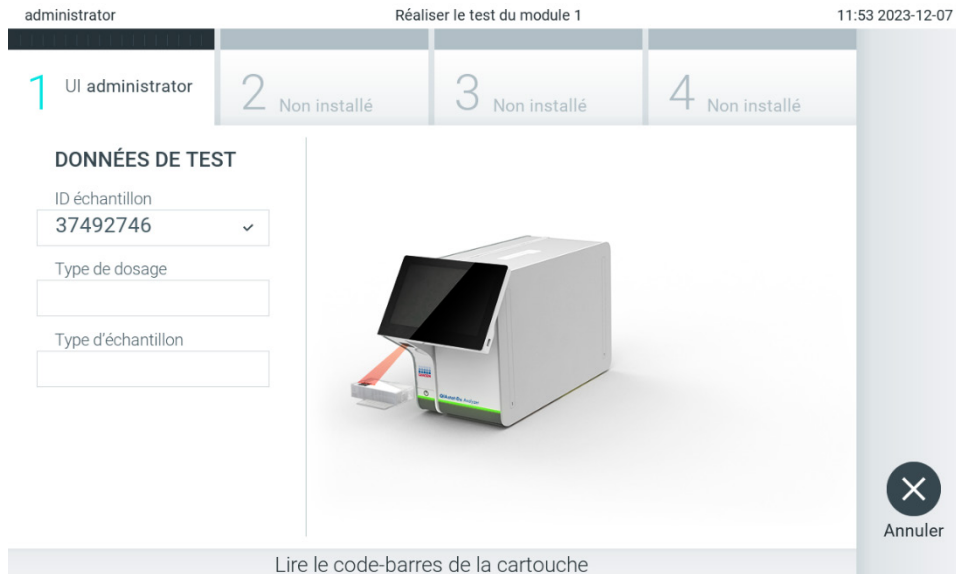

Figure 87. lecture du code-barres de la cartouche de dosage QIAstat-Dx.
4. Lorsque la commande de test a été récupérée depuis l'hôte, le message « Scan cartridge for assay <assay\_name> and book order <order\_number> » (Scanner la cartouche pour le dosage <assay\_name> et la commande <order\_number>) s'affiche. Scannez le code-barres de la cartouche de dosage QIAstat-Dx spécifiée (figure 87).